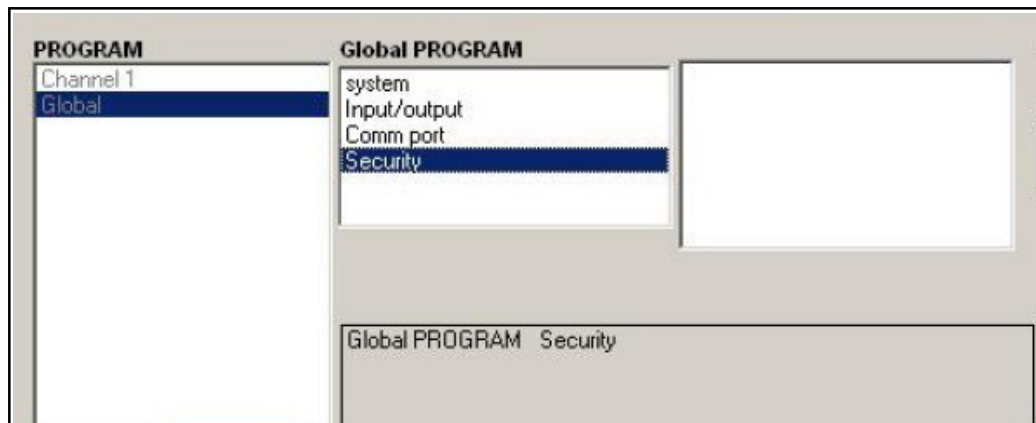

Figura 46: Menù globale con opzione di sicurezza evidenziata
1. Nel menù Dati del sito, fare doppio clic sulla voce Globale. Se il sistema è sbloccato, viene visualizzata una finestra simile a quella della Figura 46 qui sotto. Evidenziare e fare doppio clic sull'opzione Sicurezza nel riquadro centrale.